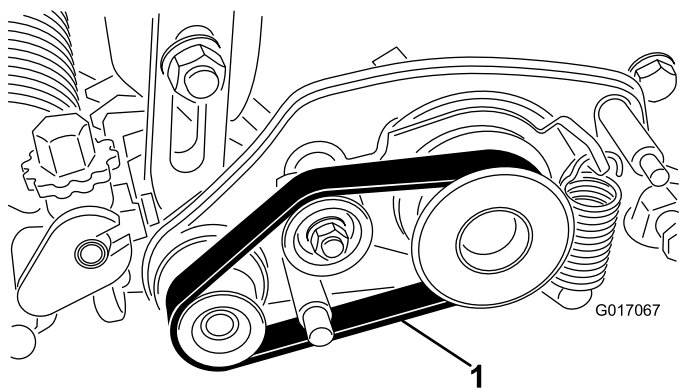

Figura 14
30. Encaminhe a correia na polia da transmissão, polia intermédia e polia acionada como se mostra na Figura 14.